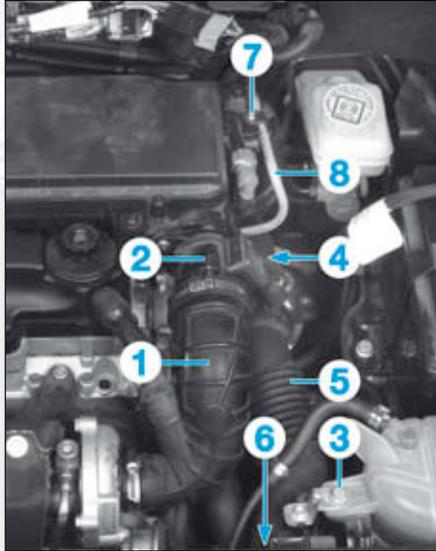

FIG.18
- la canalisation d'air (1) (Fig.18),
- le débitmètre d'air (2),
- les vis (3) et (4),
- la canalisation d'arrivée d'air (5) après l'avoir dégagée de sa bride (6),
- la vis (7) de la bride du tuyau à dépression (8) sur le filtre à carburant.